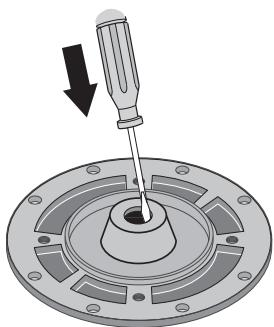

FIGURA 15 – GOLPECITO PARA RETIRAR JUNTA
5. Coloque la placa selladora con la mitad de la cara hacia abajo sobre una superficie plana y dé un golpecito para retirar la mitad fija de la junta (figura 15).